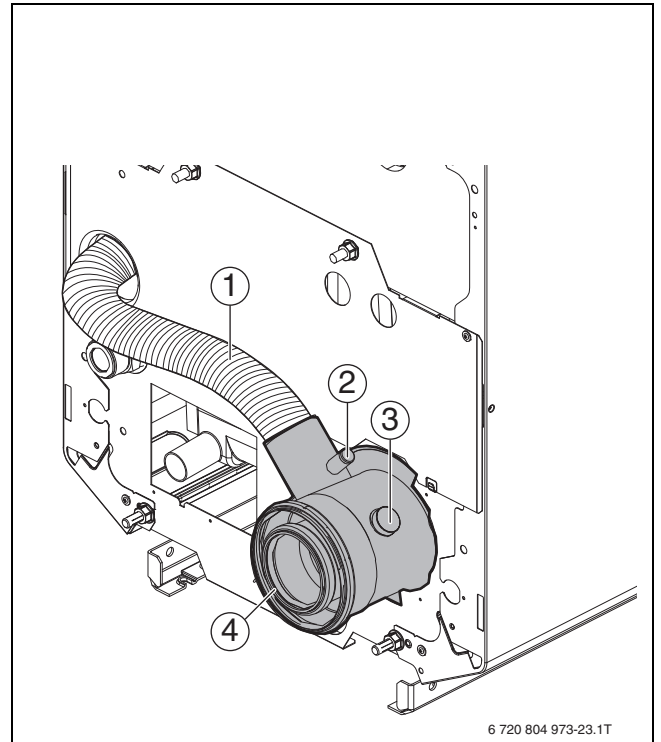

Bild 25 Luft-Abgas-Stutzen
Die Messungen erfolgen grundsätzlich im Luft-Abgas-Anschlussstutzen (erforderliches Zubehör; → Bild 25, [4]) oder im Abgas-Anschlussstutzen (erforderliches Zubehör bei separater Luftführung beziehungsweise bei 60 kW).
Abgasmessung: → Bild 25, [3].
Zuluftmessung bei raumluftunabhängigem Betrieb: → Bild 25, [2].
- Messfühler durch die Messöffnung im Abgas-Anschlussstutzen (→ Bild 25, [3]) bis in den Kernstrom (Mitte Abgasrohr) des Abgases eintauchen (höchste Abgastemperatur).